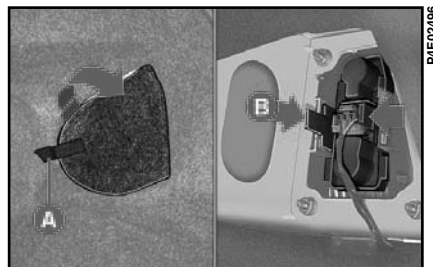

fig. 19
1) Din interiorul portbagajului slăbiți cele două șuruburi **A-fig. 19** îndepărtând mocheta pentru a ajunge la grupul optic;
2) Apăsați clema **B-fig. 19** care blochează soclul și scoateți-l din locaș.